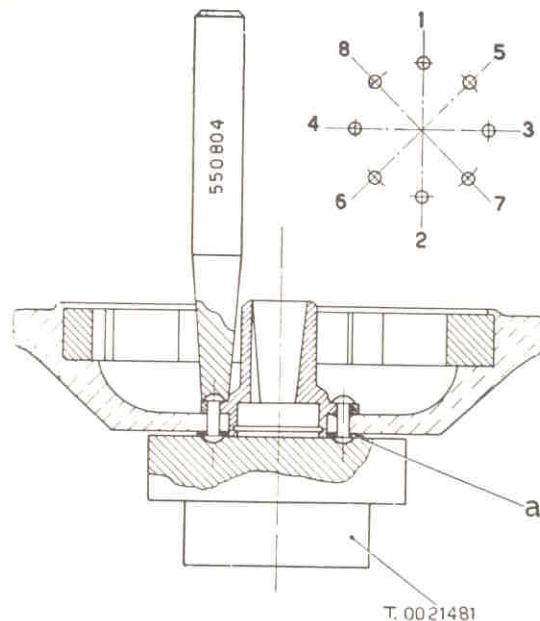

Fig. 18
5. - Open out the internal diameters of the washer, indicated by «a» in fig. 18, to 4.5 mm.
Mount the washer on the external face of the rotor the cam and oversized rivets then form the rivet heads as indicated in fig. 18.
5. - Llevar a $\varnothing$ 4,5 mm. los agujeros de la arandela «a» (ver fig. 18). Montar la arandela, la excéntrica y los remaches aumentados de medida, remachándolos según el orden indicado en la fig. 18.